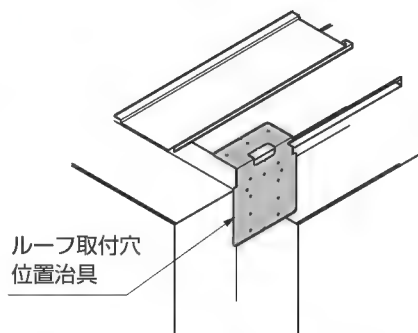
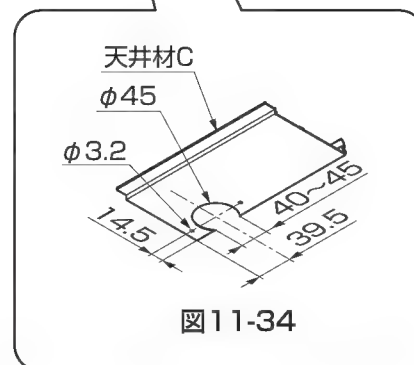

図11-33
図11-34
- ルーフ取付穴位置治具の折り曲げ部を樋の入隅部に突き当てると正確に位置出しができます。(図11-33参照)
- ②アタッチメントパッキンを雨樋アタッチメントに貼付けて樋に【6-1】で取付けてください。
③天井材Cの縦樋がつく位置を確定し、切欠きを現場加工してください。(図11-34参照)
④天井材を取付けてください。